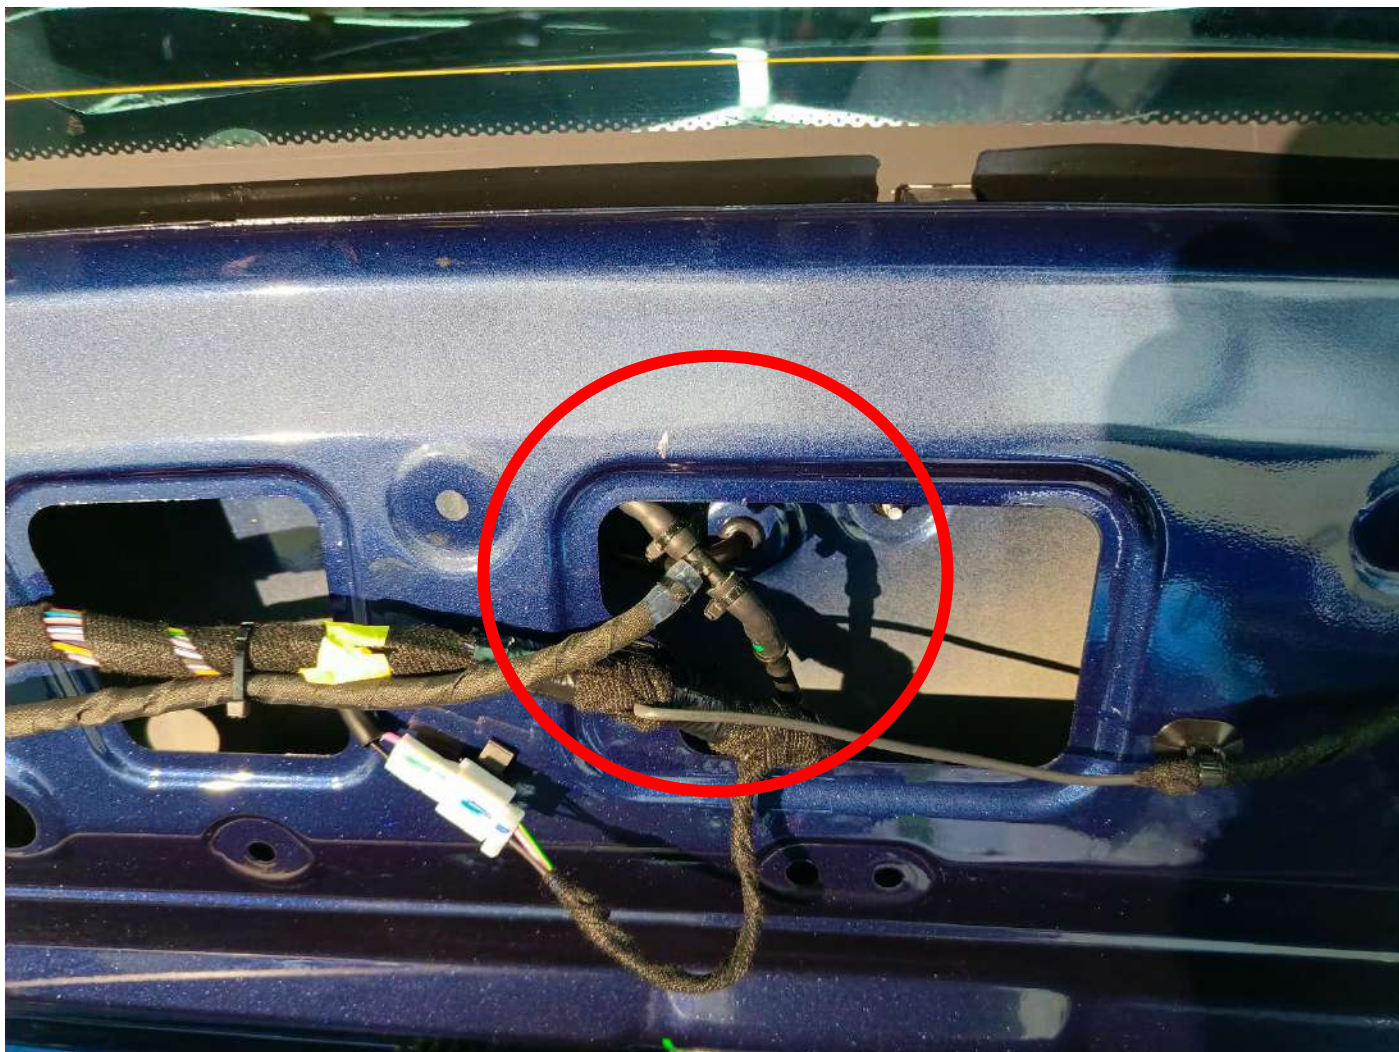

Рисунок 3
- установить фитинг-тройник в разрыв трубки на подачу жидкости в омыватель заднего стекла, места соединений зафиксировать пластиковыми стяжками (рис.3)